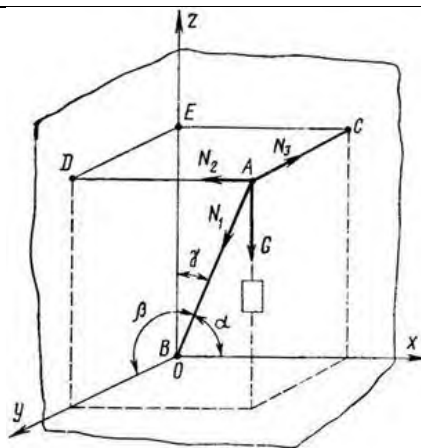

Рисунок 14
5. Найти усилия в стержне АВ (рис. 14) и цепях АС и АД, поддерживающих груз $G = 10$ кН, если $a = 60^\circ$, $b = 30^\circ$, $g = 45^\circ$. АСЕD – прямоугольник, лежащий в горизонтальной плоскости. Крепление в точке В шарнирное.